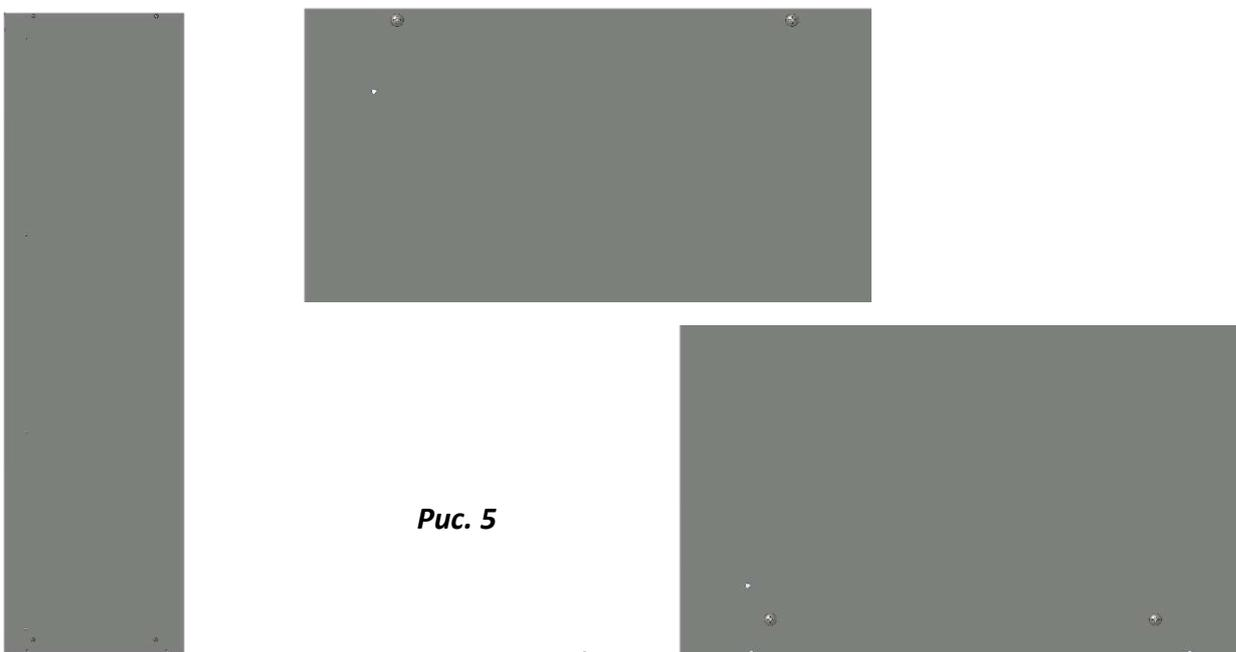

Рис. 5
4.5 Закрепить детали при помощи саморезов 5.5x19. Операцию выполнить по двум сторонам (рис. 5).